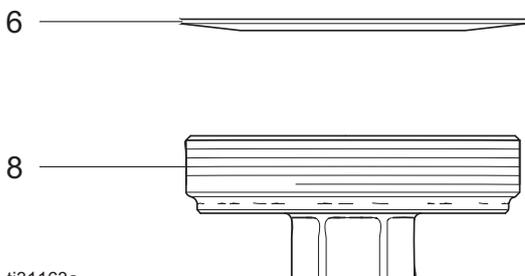

ABB. 32: Federteller auf die Rotorwelle setzen
3. Die zwei 4-mm-Feststellschrauben (16) entfernen, mit denen die Rotor-Nachstellvorrichtung (8) am Rotorträger (5) befestigt ist. Die Rotor-Nachstellvorrichtung im Rotorträger in Position halten.
5. Die Federscheibe (6) auf der Rotorwelle platzieren. Siehe ABB. 32.